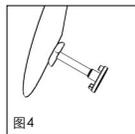

图4
■ **fig. 4** Partea tip ștampilă a separatorului servește în cadrul măsurătorii la așezarea pe baza oscioarelor auditive. Partea în formă de taler este prevăzută pentru așezarea spre timpan. Grosimea grefei (ex. strat de cartilaj) care servește mai târziu drept căptușeală inferioară pe timpan, trebuie luată în considerare la calcularea lungimii protezei. Dacă s-a găsit lungimea optimă, se poate ajusta lungimea corespunzătoare pe proteza totală.
■ 图 4 在测量过程期间,筛选器的标记用来支撑镫骨踏板。板状部分的设计与鼓膜位置是相反的。移植物厚度(例如,软骨垫),当计算假体的长度时,过后使用线要把鼓膜计算在内。一旦决定了最佳长度,选择全部假体正确的长度。